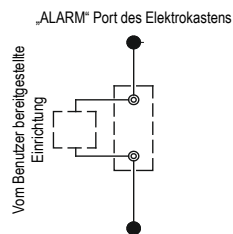

Abb. 8-23: Anschluss des ALARM-Ports
- h) Für den Wärmetauscher müssen Bypass-Rohre und Bypass-Ventile gemäß Abb. 8-23 installiert werden, um die Reinigung des äußeren Wasserdurchflusses vor der Inbetriebnahme des Geräts zu erleichtern. Der Wasserdurchfluss durch einen Wärmetauscher kann während der Wartung unterbrochen werden, ohne dass die Funktion der anderen Wärmetauscher gestört wird.